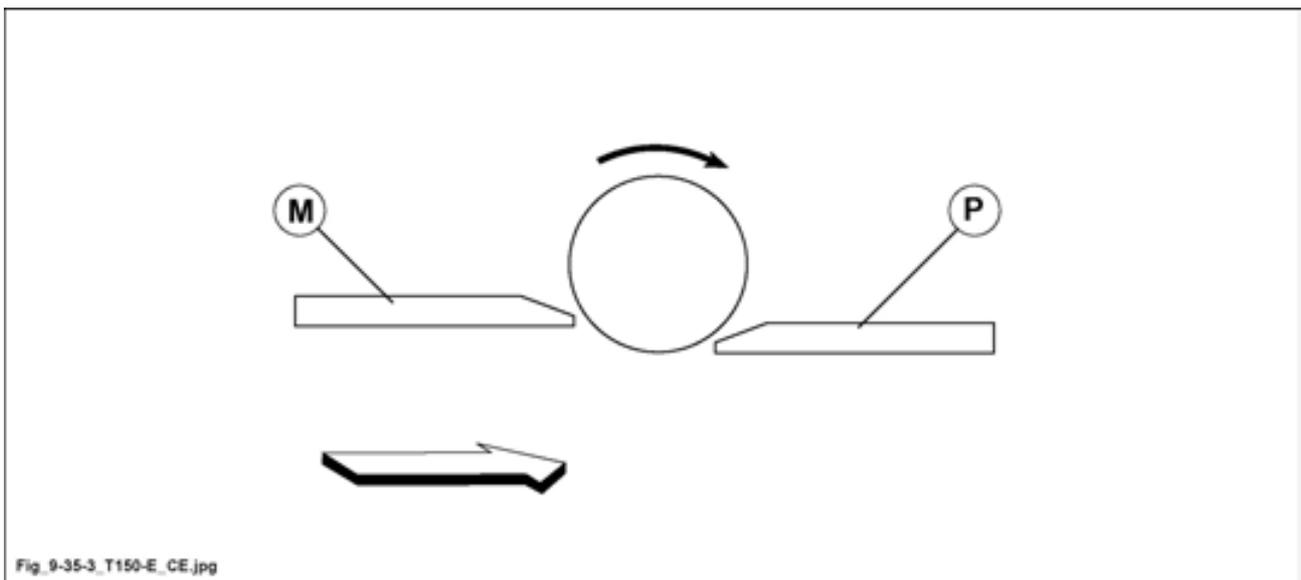

Fig. 9.38-3
ce sens de rotation (fig. 9.38-3) doit être évité dans la limite du possible, la fraise tourne "en faveur du normal sens d'avancement".
- Desserrer la poignée (L fig. 9.38-3-1).
- Avec semi-guides (P et M fig. 9.38-3-1) alignés, lire 0000.0 sur l'indicateur (T fig. 9.38-3-1)